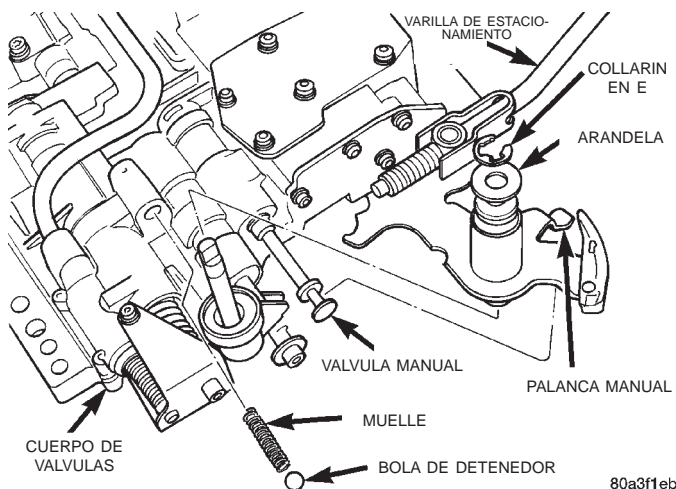

Fig. 70 Palanca manual y manija de admisión
(42) Inserte la manija de admisión a través del lateral de la placa de transferencia del cuerpo de válvulas y hacia arriba (Fig. 70).
(44) Instale la junta, la arandela y el collarín en E que sostienen el eje manual en el cuerpo de válvulas (Fig. 70).